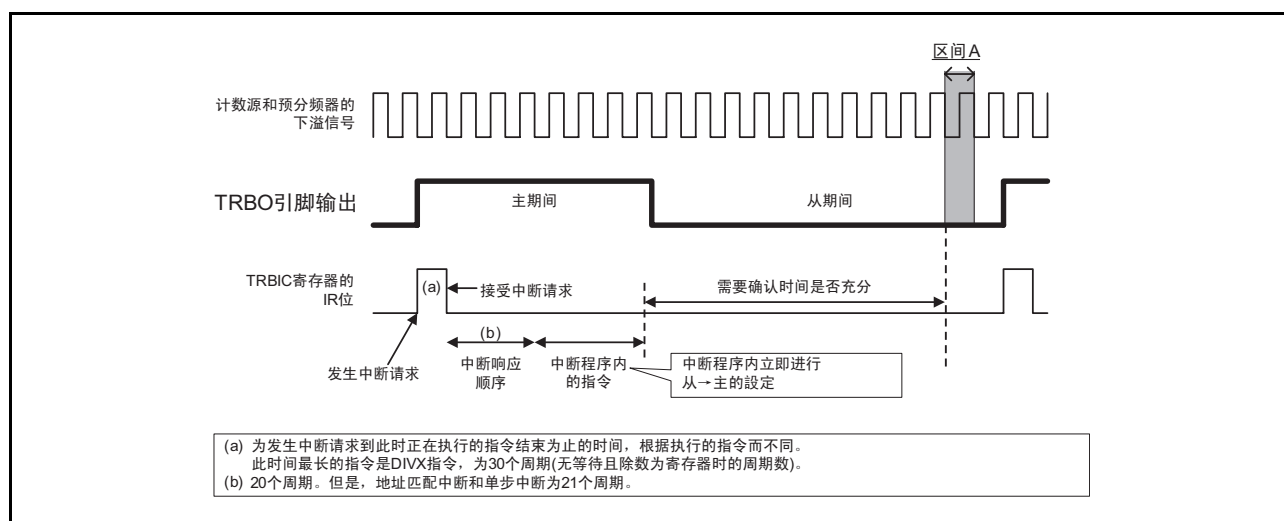
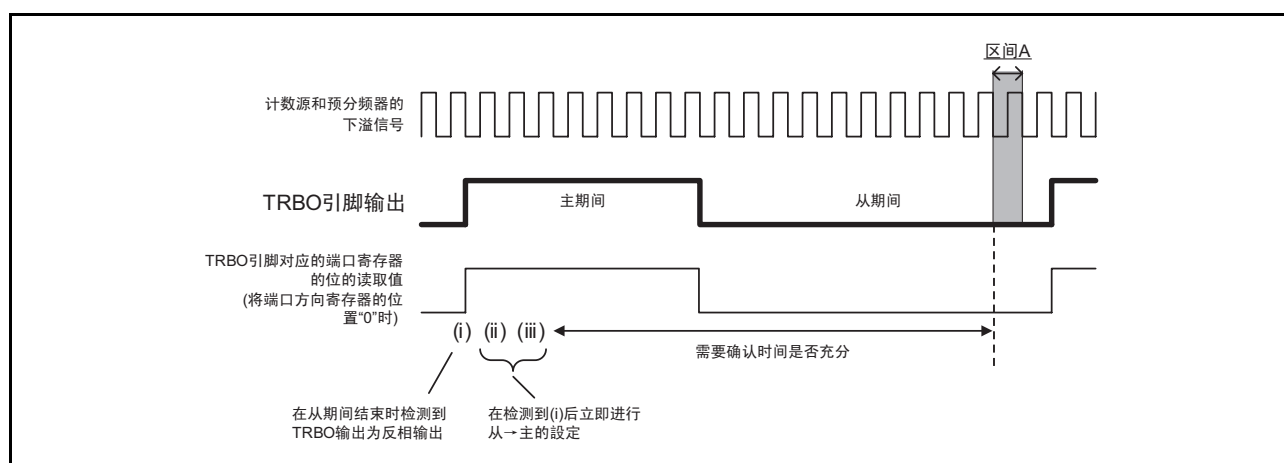

图 15.24 对策 (a) 定时器 RB 中断的使用例子
图 15.25 对策 (b) TRBO 引脚输出值的读取例子
- 如果在计数中（TCSTF 位为“1”）更改 TRBSC 寄存器和 TRBPR 寄存器，就必须通过定时器RB中断等对TRBO输出周期取得同步。在同一个输出周期内只能进行一次同步。另外，必须确认在图15.24和图15.25的区间A没有写TRBPR寄存器。
如图15.24所示，必须通过定时器RB中断程序，对TRBSC寄存器和TRBPR寄存器进行写操作，写操作必须在区间A之前结束。
如图 15.25 所示，从 TRBO 引脚的输出电平中检测主期间的开始，在主期间开始后立即对 TRBSC 寄存器和 TRBPR 寄存器进行写操作，写操作必须在区间 A 之前结束。另外，如果在将 TRBO 引脚对应的端口方向寄存器的位置“0”（输入模式）后读端口寄存器的位的值，读取的值就为 TRBO 引脚的输出值。